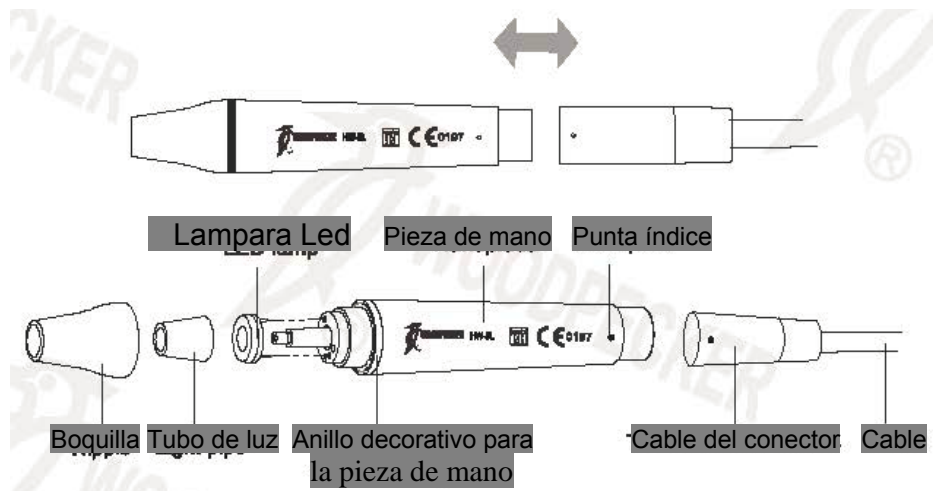

Figura 4
d) Esquema para la conexión de la pieza de mano desmontable son mostrados en la figura 4.
2.1.2 Instrucciones para los componentes principales de la pieza de mano desmontable (mostrado en la figura 4).